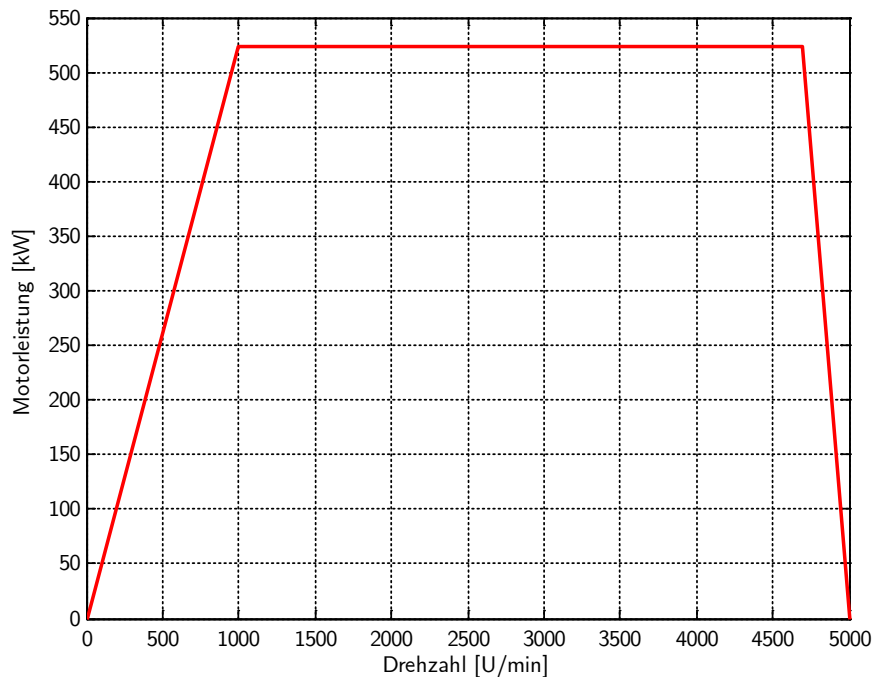

Abbildung 2: Motorleistung der E-Maschine
- Der Schwungmassenprüfstand wird von einer konventionellen Synchronmaschine angetrieben. Typischerweise besitzt sie die Charakteristik aus Abbildung 2, die in der Simulation berücksichtigt werden soll.